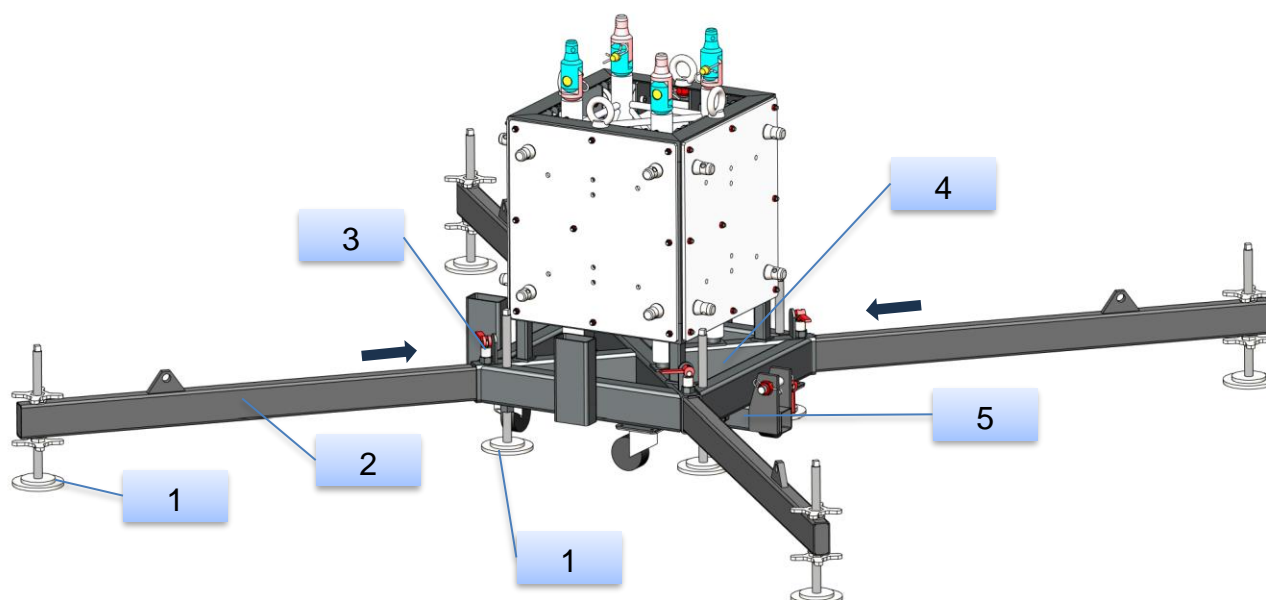

Figure 2
- S'assurer que le sol soit suffisamment ferme et résistant afin d'éviter le poinçonnement provoqué par les coupelles (rep 1) situées à l'extrémité des pattes (rep 2) et sous le châssis (rep 4) en compatibilité avec les efforts de réactions + lests des notes de calculs liées aux configurations de scène. (voir Figure 2)
- Régler la verticalité des 4 tours à l'aide des vérins (rep 1) de la Figure 2.